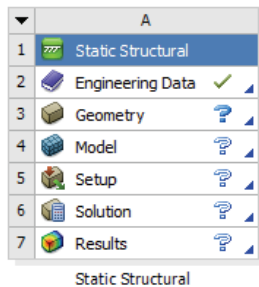

图 20-2 分析项目
2) 双击主界面 Toolbox 工具箱中的 Analysis System>Static Structural 选项，在项目管理区创建分析项目 A，如图 20-2 所示。